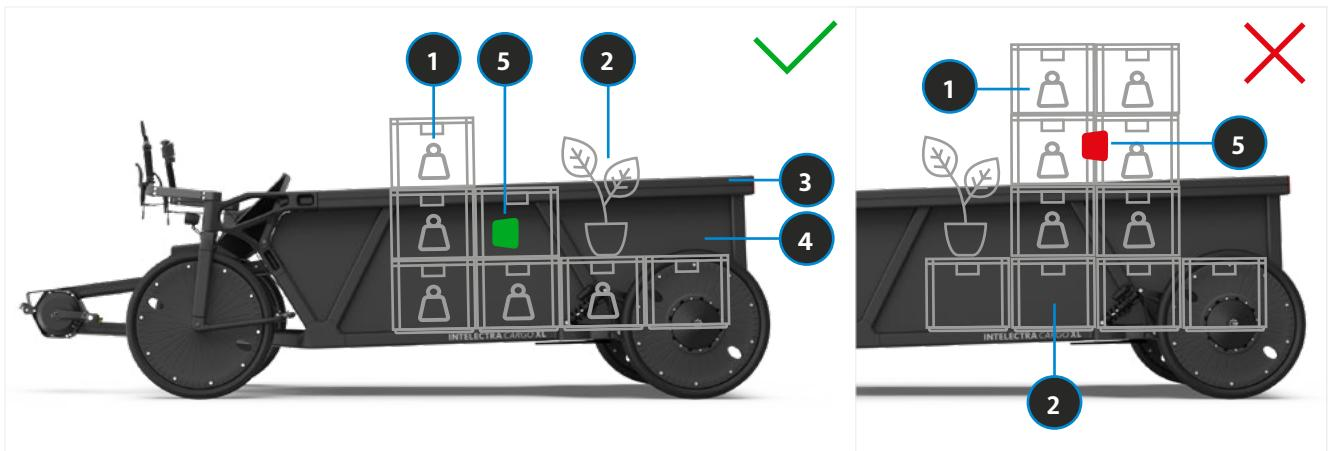

BILD 34 GEWICHTSVERTEILUNG IM LADERAUM
- ▷ Schwere Gegenstände immer im unteren Bereich des Laderraums platzieren. → Kap. „5.13 Beladung“ S. 53 (Bild 34)
- ▶ Ladung (Waren und Güter) dem Schwerpunkt entsprechend beladen (siehe Bild 34).